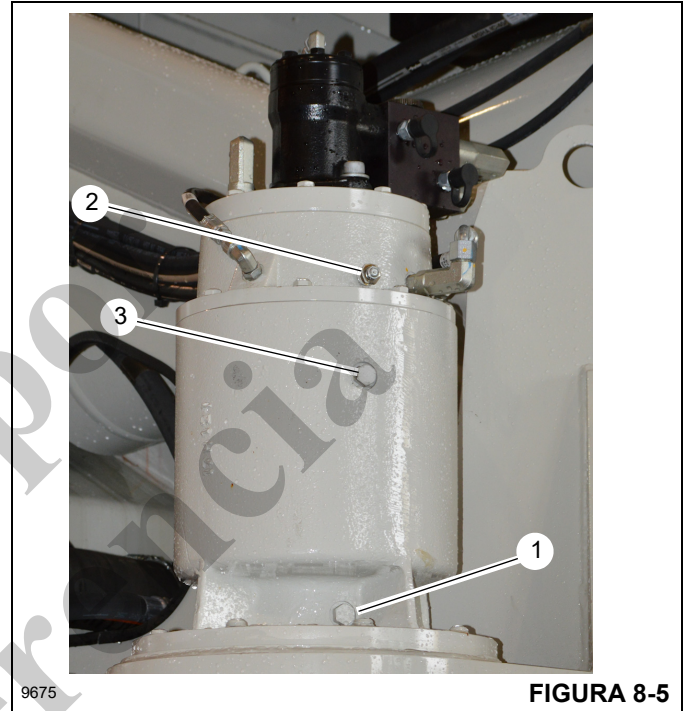

FIGURA 8-5
1. Retire el tapón de vaciado (1, Figura 8-5) y el tapón con respiradero (2) para vaciar el aceite del mecanismo.
3. Instale el tapón de vaciado (1). Inspeccione y sustituya el anillo "O", si es necesario.
4. Retire el tapón de nivel/llenado de aceite (3). Llene el mecanismo de giro con 2.4 l (2.5 qt) del tipo de aceite correcto y luego instale el tapón con respiradero (2) y el tapón de nivel/llenado (3). Inspeccione y sustituya los anillos "O", si es necesario. Consulte "Puntos de lubricación" en la página 8-3 en este manual.